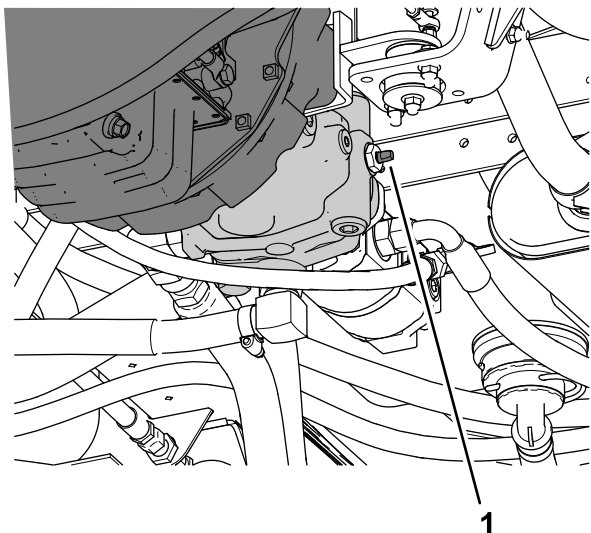

Рисунок 60
3. Поверните буксировочный клапан (Рисунок 60) на 90 градусов в любом направлении, чтобы открыть его.